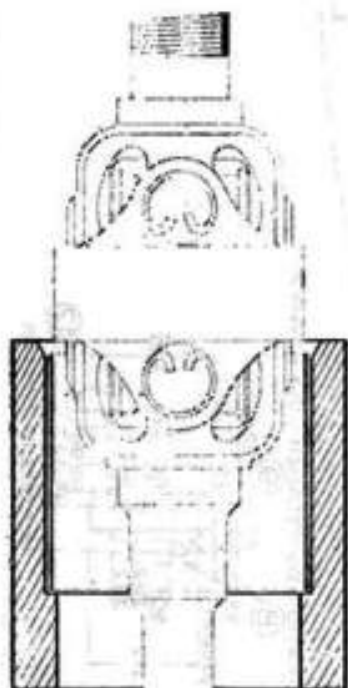

Fig. 38. — Engagement de la transmission.
* Engager la transmission par le côté arbre de commande (fig. 38).